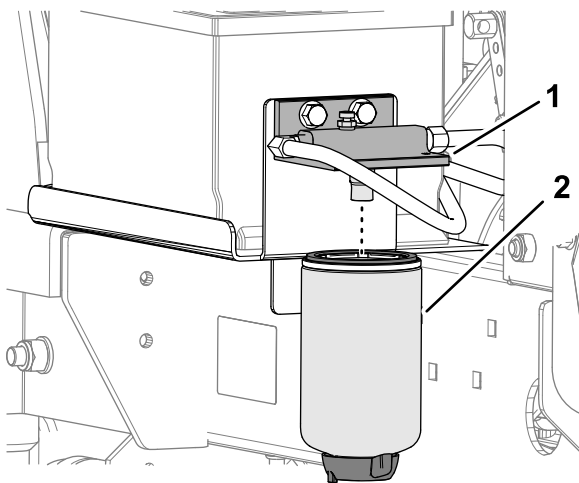

Bild 69
3. Stellen Sie einen sauberen Behälter unter die Kraftstofffilterglocke (Bild 69).
7. Reinigen Sie den Bereich um den Kraftstofffilter und den Kraftstofffilterkopf (Bild 69).
8. Entfernen Sie die Filterglocke und reinigen Sie den Filterkopf (**Bild 69**).